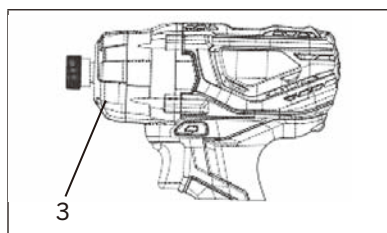

FIG. 7
La lampe de travail à DEL (3) s'allume automatiquement lorsque la gâchette est comprimée (figure 7). Elle s'éteint automatiquement lorsque la gâchette est relâchée.